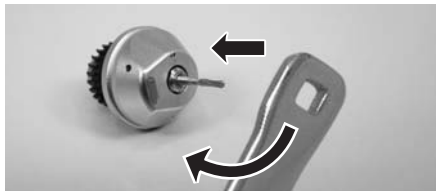

図22
- 3) ローター軸ナットをテストバーに添って差し込み、ローターをしっかりと抑さえ、付属の専用スパナでしっかりと締めてください。(図22)